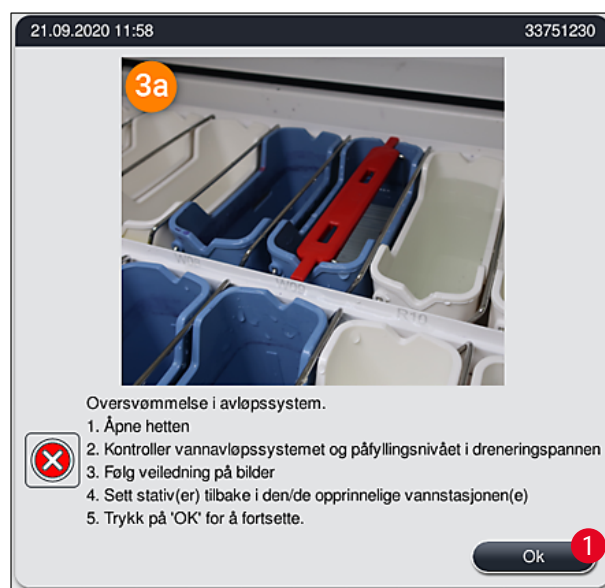
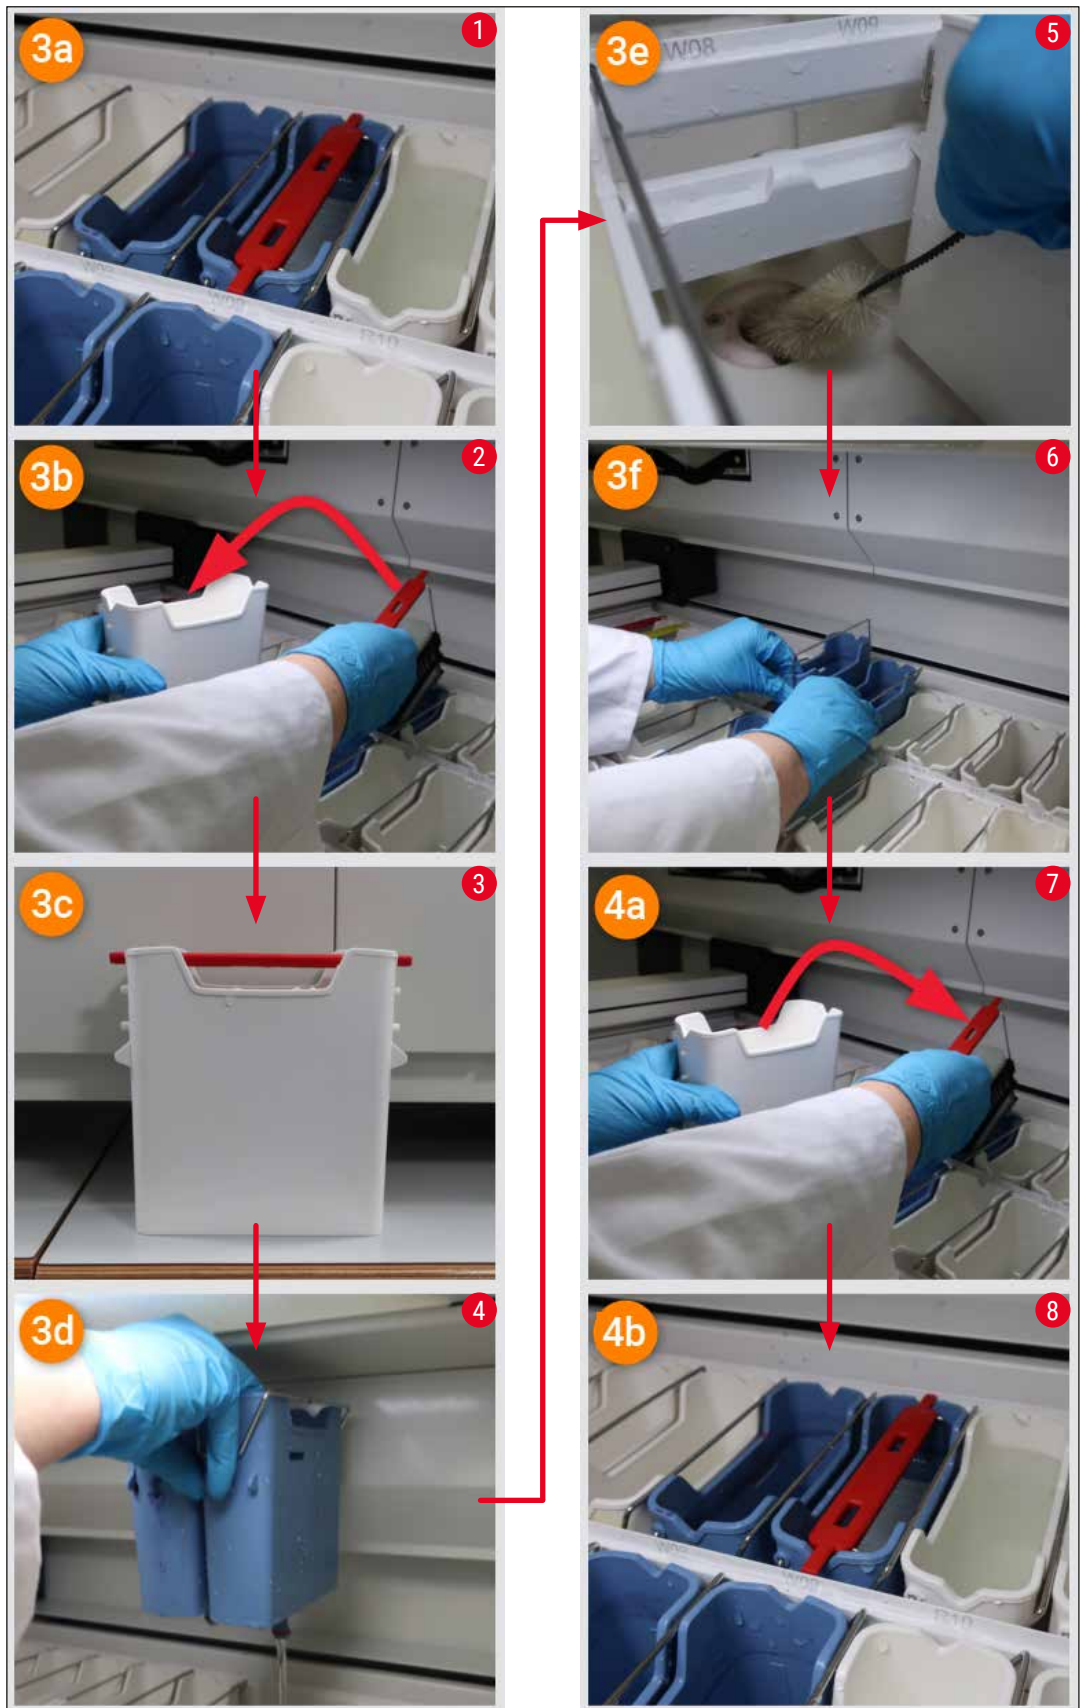

Fig. 122
Fig. 124
Avløpssystemet kan blokkeres dersom avløpsfilteret (→ "Fig. 100-1") eller vannavløpslangen (→ "Fig. 7-1") er tett. En slik blokkering kan føre til at vannivået i dreneringspannen stiger. Dette kan føre til at vannivået i instrumentet blir kritisk. Brukeren mottar en feilmelding på skjermen (→ "Fig. 122") og hører en alarm. Feilmeldingen viser brukeren hvordan blokkeringen skal fjernes gjennom en serie gjentakende bilder (→ "Fig. 124").
- Hvis vannivået i dreneringspannen synker under det kritiske nivået under problemløsningsprosessen, forsvinner meldingen (→ "Fig. 122") og en annen melding på skjermen informerer brukeren om at fargeprosessen kan fortsette.